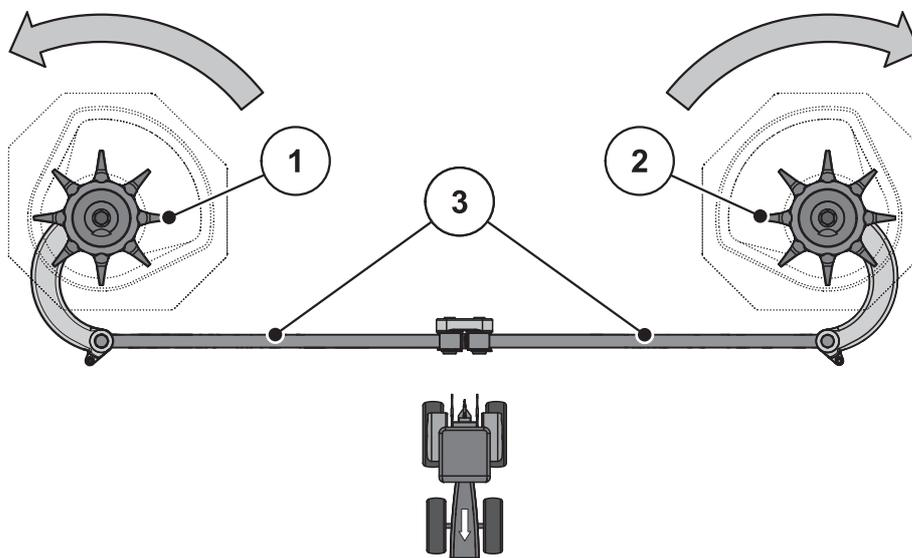

Figura 10.9: Controllo dell'azionamento dell'agitatore
2. Ruotare manualmente la testa dell'agitatore **nel senso di rotazione del disco di lancio**. Vedere figura 10.9.
3. Ruotare con forza la testa dell'agitatore manualmente o con il nastro del filtro dell'olio **nel senso di rotazione contrario rispetto a quello del disco di lancio**. Vedere figura 10.9.